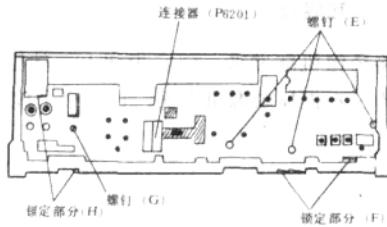
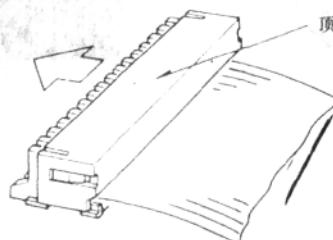

图 2-5 卸定时器和频道选择器电路板
图 2-6 卸连接器
拧下 3 只螺钉 (E)，松开 2 个锁定部分 (F)，即可取下这块电路板，如图 2-5 所示。
拧下螺钉 (G)，松开两个锁定部分 (H)，如图 2-5 所示。卸连接器 (P6201) 时，请按住其顶部 (I)，按箭头所示方向卸下连接器，如图 2-6 所示。